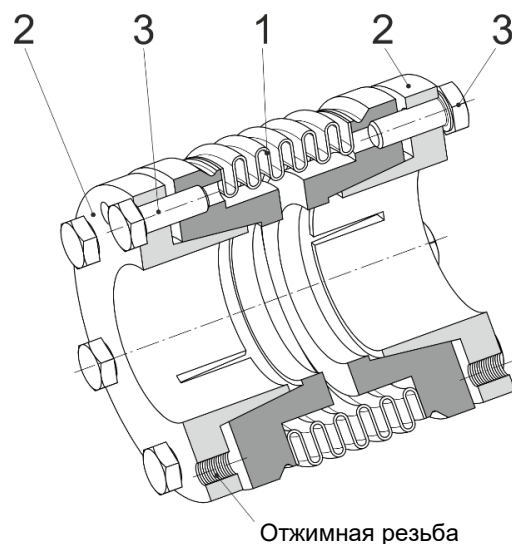

Рис. 1: Тип 931.311
## Монтаж муфты Тип 931.311 (Рис. 1)
В конусных втулках (2) для демонтажа имеются две (для Размера 5 - четыре) резьбы под отжимной винт (Рис. 1). После того как все шестигранные винты (3) будут выкручены, конусные втулки (2) можно вытолкнуть из втулок металлического сильфона (1) винтами с шестигранной головкой (3).